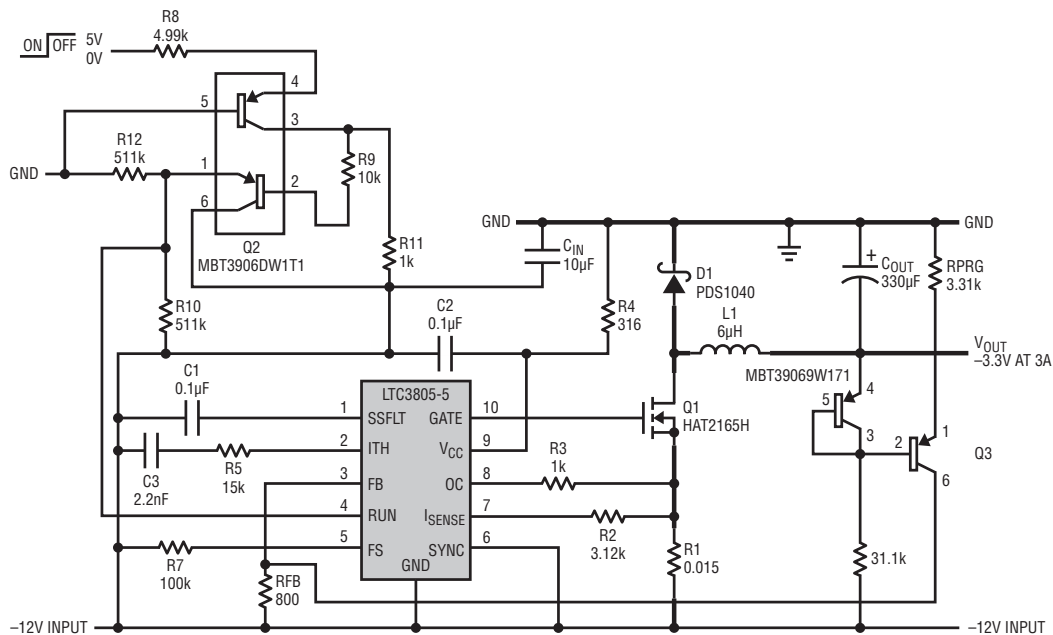
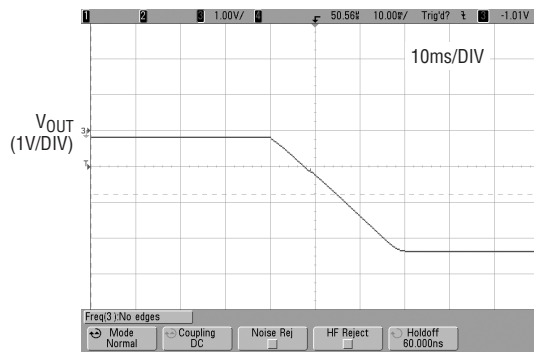
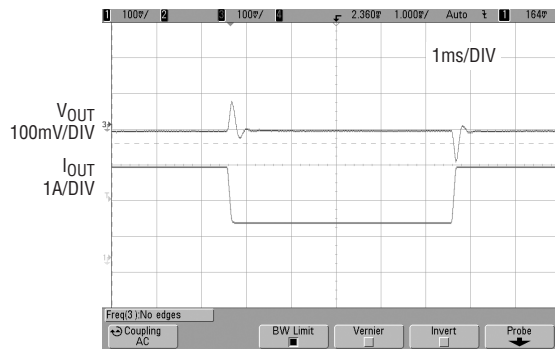

図 1. -10V ~ -14V の入力から -3.3V/3A を生成する LTC3805 をベースにした負電圧降圧コンバータ
図 4. 最大負荷状態での起動
図 5. 1A から 2.5A への負電流ステップに対する過渡応答
-12V 電源から -3.3V/3A を生成する負電圧降圧コンバータを図1に示します。電力経路には、インダクタL1、ダイオードD1、および MOSFET Q1 が含まれます。LTC3805-5 コントローラ IC には、（電流レベルを精密に設定可能な）短絡保護、コンバータのイネーブル / ディスエーブル、およびプログラム可能なスイッチング周波数など、充実した基本機能の一式が内蔵されています。
内蔵のシャット・レギュレータにより、入力電源から IC を直接バイアスすることができます。このトポロジーはシンプルなので、多くの設計者にとって魅力的ですが、負電圧降圧コンバータには設計に際して2つの重要な検討項目があります。出力電圧の検出とリモート・シャットダウンです。コントローラは負電圧を基準にしていますが、出力電圧とオン / オフ信号はシステム・グラウンドを基準にしています（図1を参照）。
の広い温度範囲で  $\pm 1\%$  より良好です。図 1 の回路の起動波形と過渡応答波形を、それぞれ図 4 と図 5 に示します。